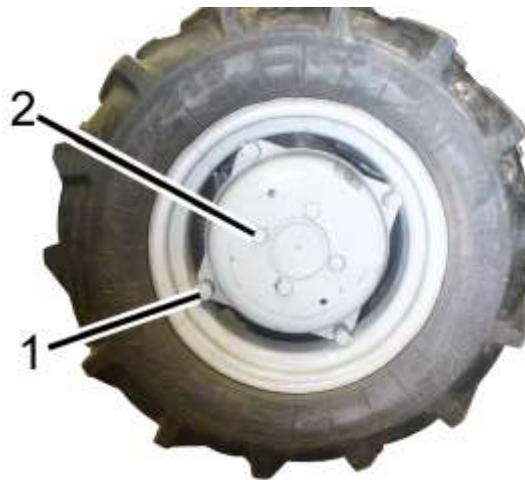

Рисунок 6.4.2 – Проверка затяжки резьбовых соединений крепления колес
- момент затяжки болтов 2 (рисунок 6.4.2) крепления колес к фланцам должен быть от 90 до 120 Н·м;